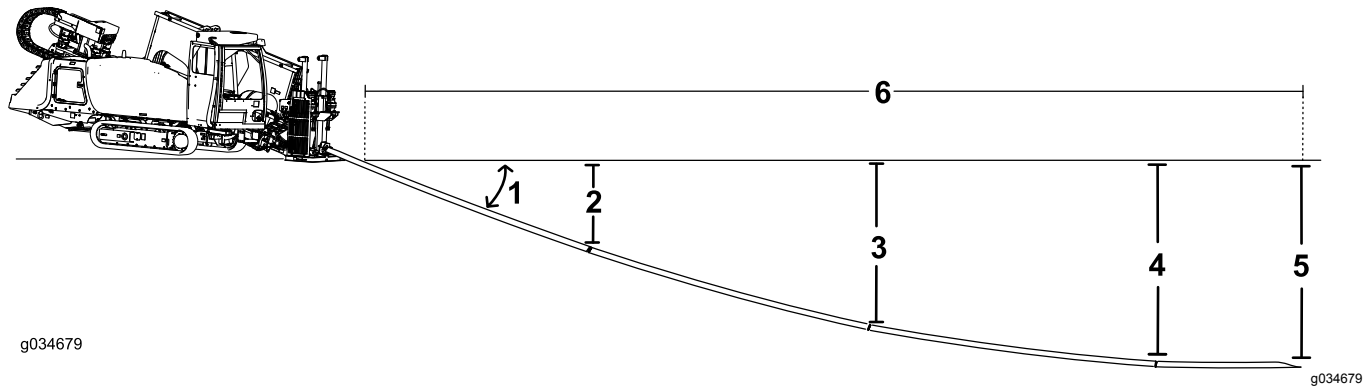

**Bild 32**
- Senken Sie die ersten 3 m der Bohrkrone bzw. des Rohrs ohne Lenkung in den Boden. Das Ende der Bohrkrone befindet sich in 53 cm Tiefe (**Bild 32**).